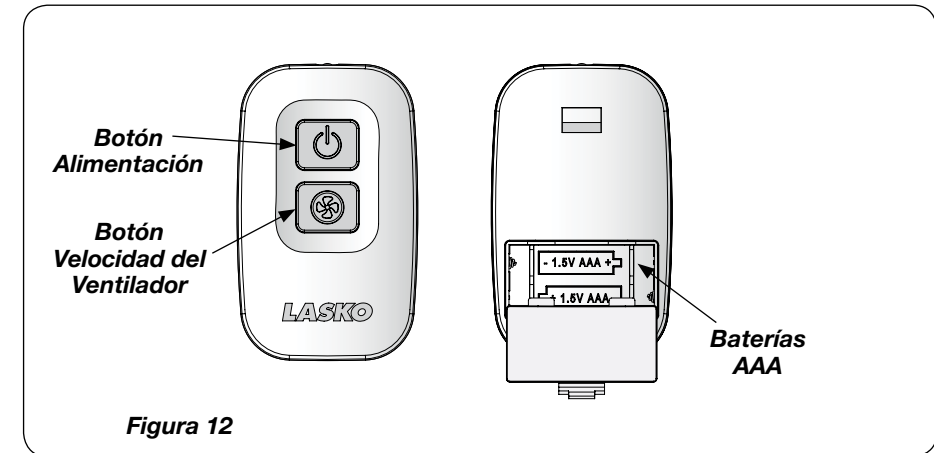
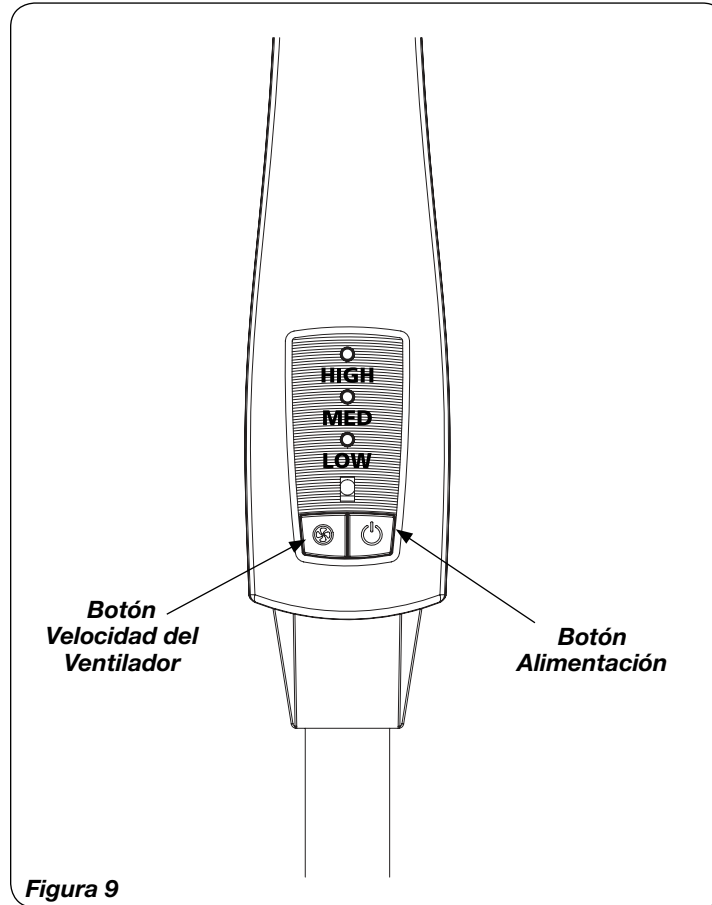

Figura 12
Figura 9
1. Instale la baterías (no suministró) como mostrado en la *Figura 12*. La batería es el tipo "AAA".
Este Ventilador puede hacerse funcionar mediante los Controles Manuales ubicados en la parte superior de la unidad (como se muestra en la *Figura 9*) o con el Control Remoto (se muestra en la *Figura 12*).